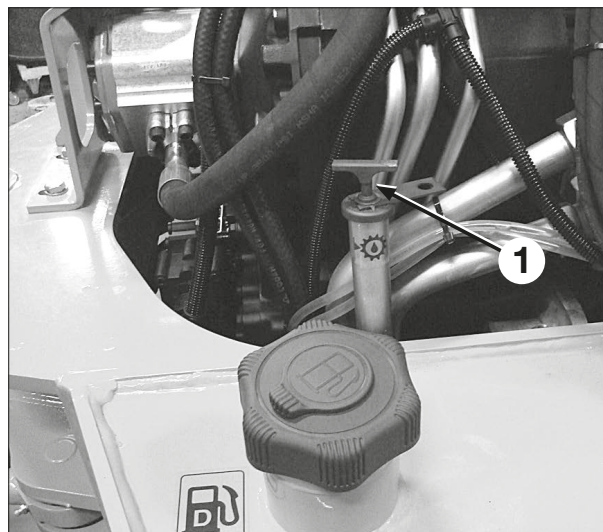

Fig. 139
Kontrollera med växelväljaren i neutralläge, att oljenivået med varm olja är mellan de två översta märkena på oljestickan 1 fig. 139.
3. Fyll på specificerad olja (se sidan 115) genom påfyllningen 1 fig. 139.